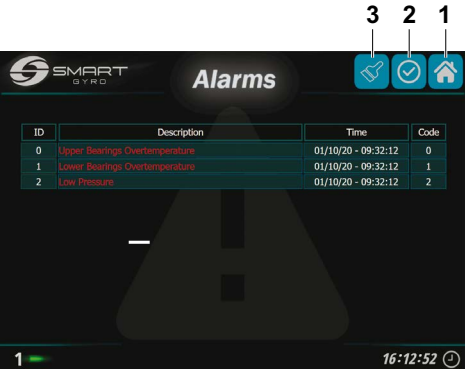

Abbildung 29
Wenn Sie auf das Symbol für die Checkliste drücken (Abbildung 29, (2)), werden die Alarmmeldungen grün angezeigt (Alarme sind „bestätigt“).
Alarmer, die nicht mehr im System vorhanden sind, können durch Drücken des Pinselsymbols (Abbildung 29, (3)) aus der Liste entfernt werden (Abbildung 32).
Durch Drücken des Home-Symbols in der oberen rechten Ecke (Abbildung 29, (1)) kehren Sie zur Home-Seite zurück.